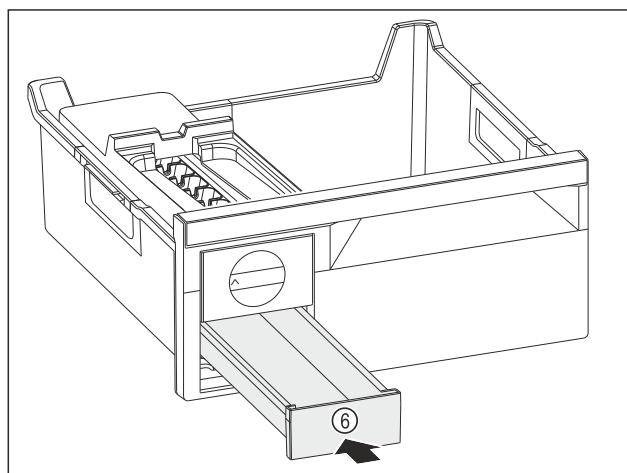

Fig. 116
- ▶ Predal za ledene kocke Fig. 116 (6) potisnite noter.